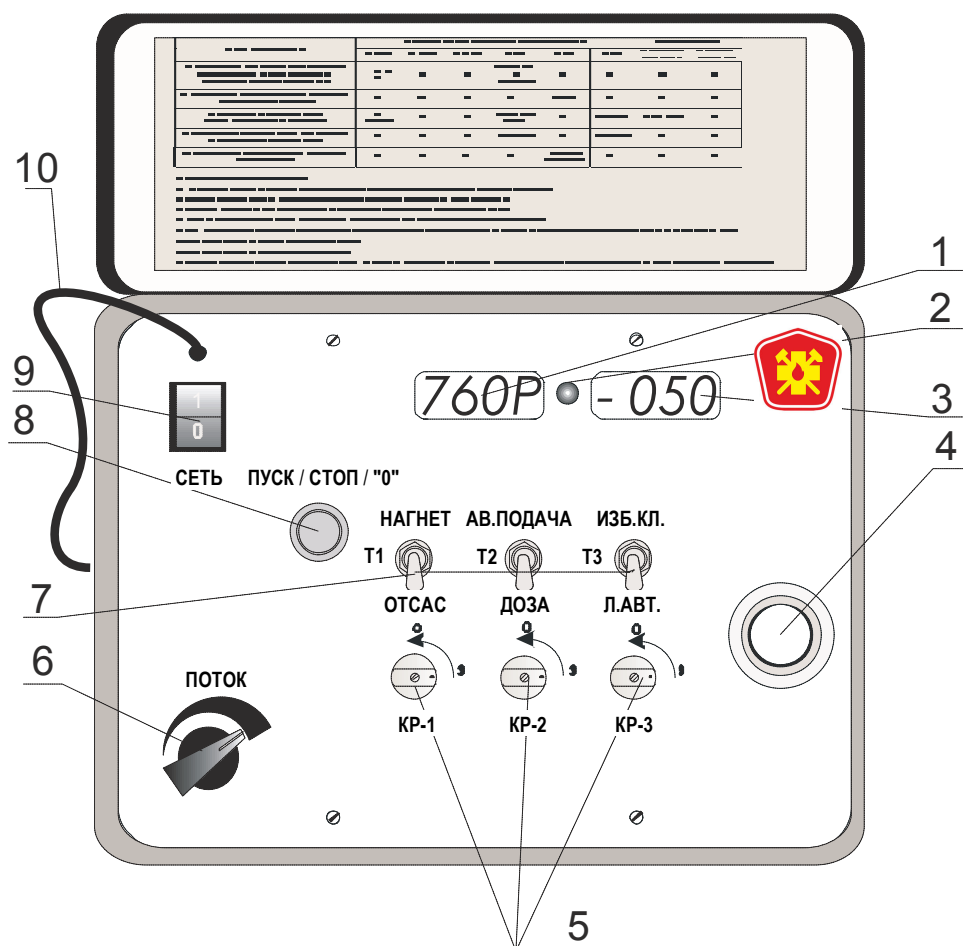

Рисунок 1 –
3.1 Конструктивно индикатор ИПР-Э размещается в герметичном ударопрочном пластиковом контейнере. В контейнере на передней панели (рис.1) расположены цифровые индикаторы, двухцветный светодиодный индикатор, тумблеры и кнопка управления, переключатель питания сети, регулятор потока, маховики кранов газораспределительной системы, штуцер для подключения респиратора, под передней панелью расположены электронный блок и газораспределительная система.